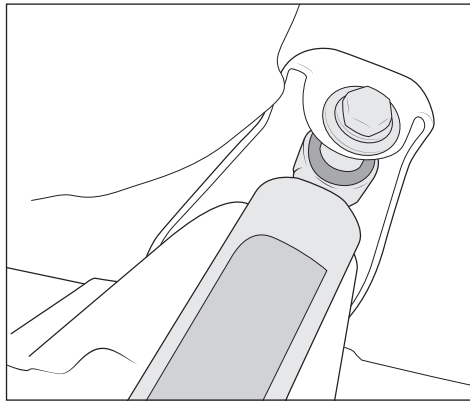

Figure 9
10. Installiere die neuen Stoßdämpfer am oberen Lager mit Hilfe der serienmäßigen Schrauben. Der Stoßdämpferkörper sitzt oben mit der AEV-Grafik nach außen (Abb. 9).